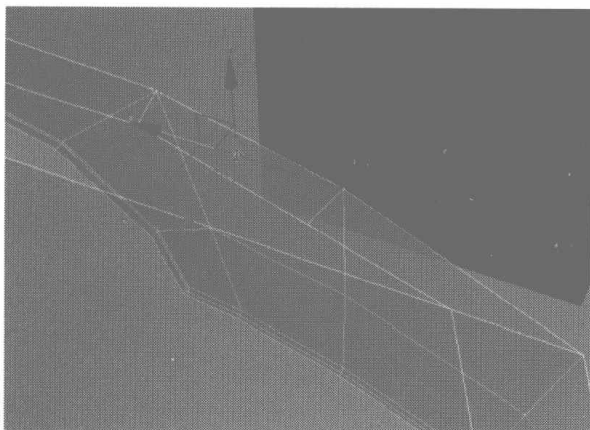
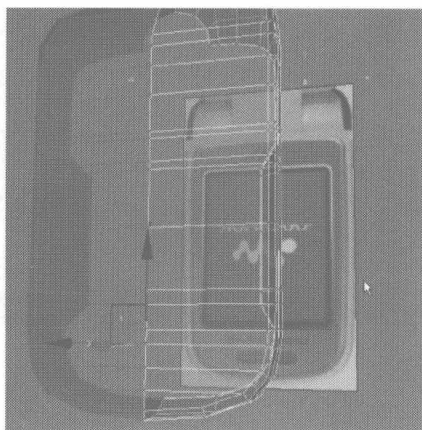

图 4.182
图 4.183
- 16** 继续在手机的顶部添加如图 4.181 所示细分线, 并选择如图 4.182 所示的边线, 用 Remove 命令将其删除, 然后再细致地调整各节点, 如图 4.183 所示。